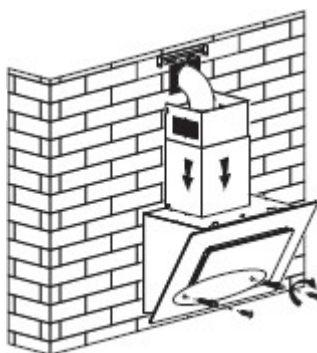

Fig. 6
7. Fije la campana extractora con 2 tornillos de seguridad ST4x30 mm. Nota: Las dos aberturas de seguridad están situadas en la carcasa trasera, con un diámetro de 6 mm. Ponga las dos chimeneas en la campana extractora, fije la chimenea exterior en la pared con 2 tornillos ST4x40 mm y lleve el tubo de expansión al exterior. Consulte la fig. 6.